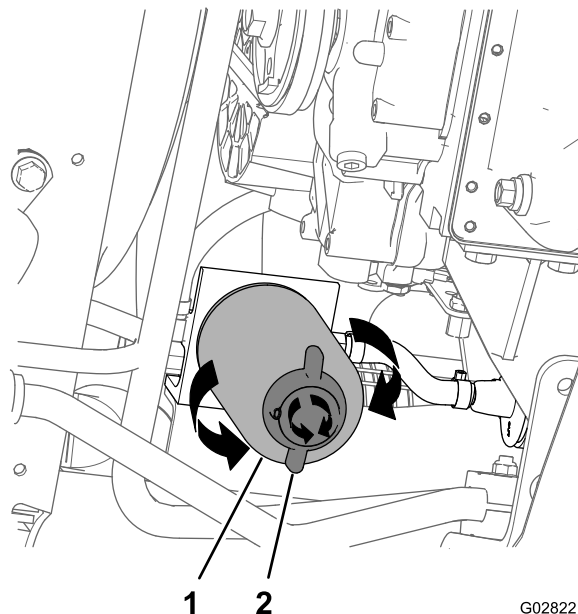

Figura 75
4. Coloque un recipiente de vaciado debajo del filtro de combustible; consulte Figura 75, en Sustitución del elemento del separador de agua \(página 63\).
- Coloque un recipiente de vaciado debajo del filtro del separador de agua (Figura 75).
3. Gire la válvula de vaciado de la parte inferior del filtro del separador de agua en sentido antihorario (Figura 75).
4. Limpie la zona alrededor del filtro del separador de agua, y del adaptador de montaje del filtro (Figura 75).
5. Retire el filtro del separador de agua (Figura 75).
9. Asegúrese de que la válvula de vaciado de la parte inferior del filtro del separador de agua está firmemente apretada en sentido horario (Figura 75).